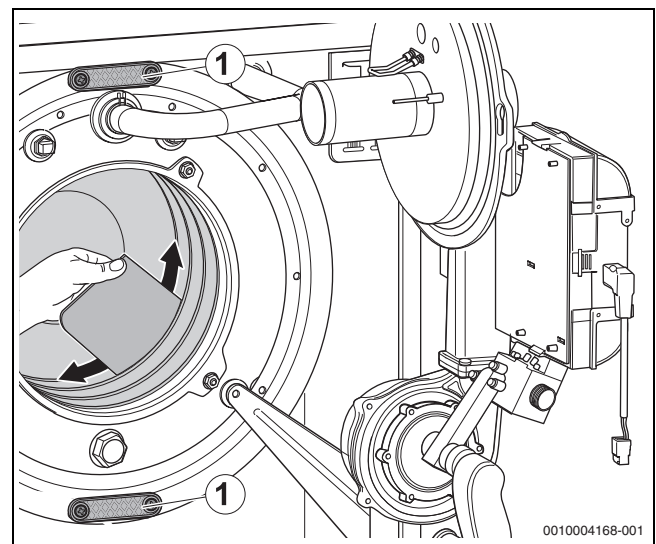
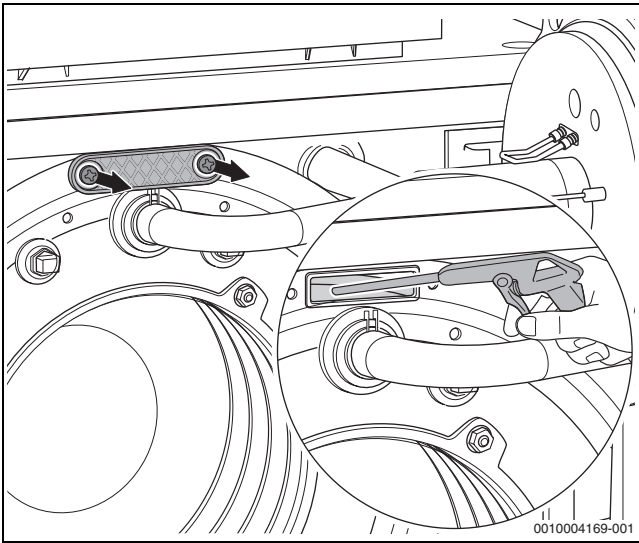

Bild 64 Heizgasspalte mit Reinigungsspachtel reinigen
Bild 65 Wärmetauscher mit Sprühlanze reinigen
- ▶ Reinigungsdeckel (→ Bild 64, Seite 38, [1] und Bild 65) abnehmen.
- ▶ Lose Partikel mit Wasser (z. B. Sprühlanze) aus Feuerraum und Abgasmantel spülen (→ Bild 65).
- ▶ Heizgasspalte mit Reinigungsspachtel reinigen (→ Bild 64, Seite 38).